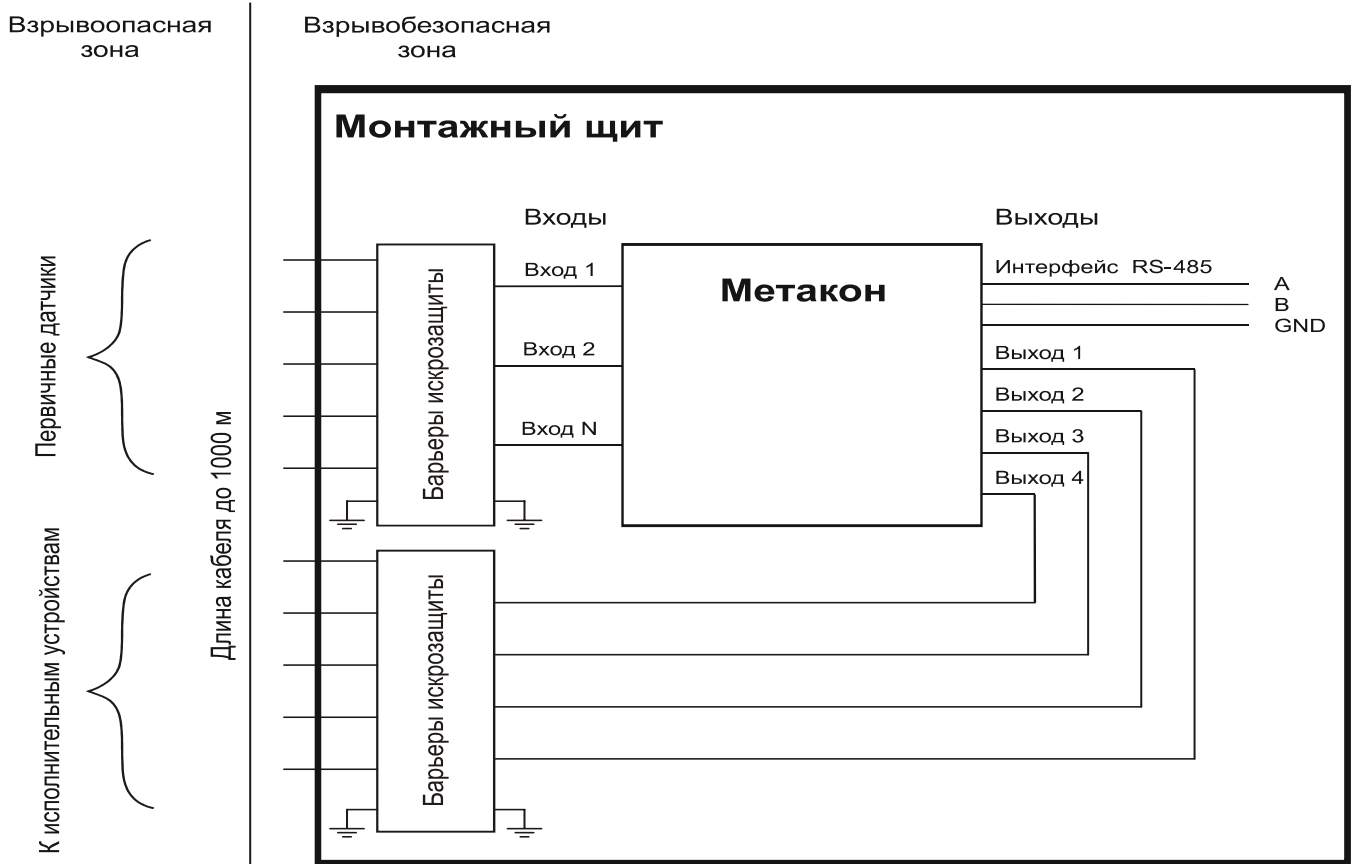

Рис. 7.1
7.3. Безопасная эксплуатация приборов обеспечивается за счет применения максимальной токовой защиты цепей питания и гальванической развязки выходных цепей. 7.4. Функциональная схема подключения барьеров искробезопасности к приборам серии **МЕТАКОН** приведена на рис.7.1.